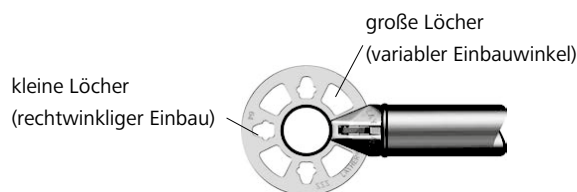

Abb. 9.2 Lochscheibe
4. MTT-Riegel in den kleinen Löchern der Lochscheiben (Abb. 9.2) anschließen.